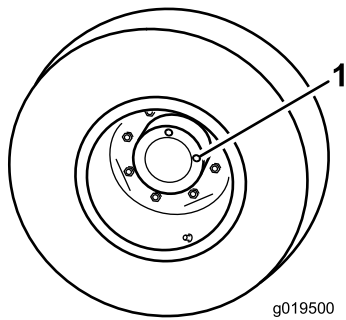

Figure 73
1. Amenez la machine sur une surface plane et horizontale, tournez la roue de sorte qu'un bouchon de contrôle (Figure 73) soit à la position 12 heures et l'autre à la position 3 heures.
2. Retirez le bouchon qui est à la position 3 heures (Figure 73). Le niveau d'huile doit atteindre le bas de l'orifice de contrôle